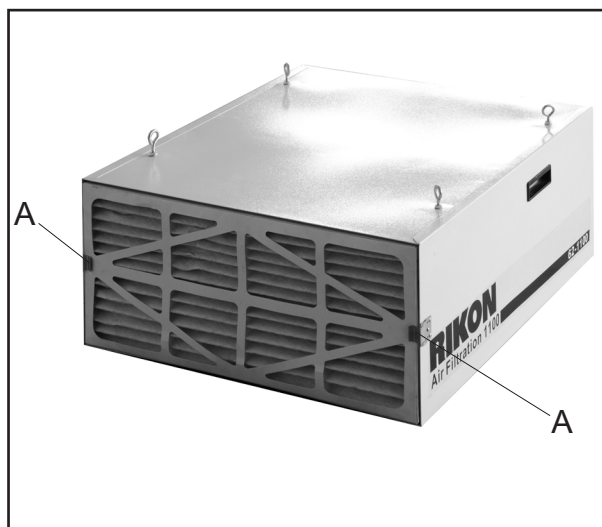
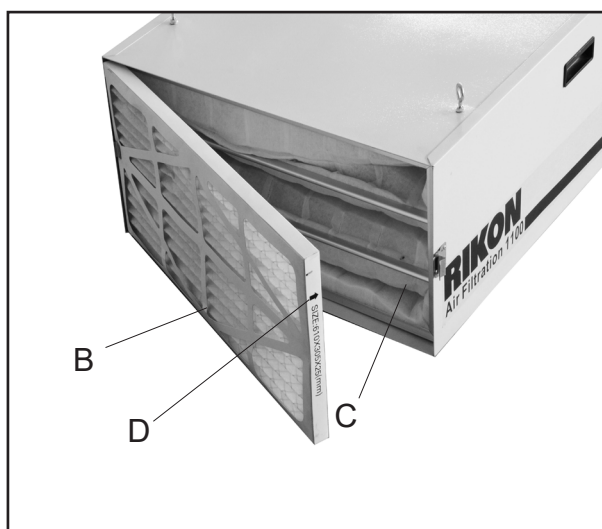

Fig. 10
Fig. 11
Remplacer les filtres (Fig.10 et 11)
1. Soulevez les deux loquets (A, Fig. 10) sur la gauche et la droite du boîtier et retirez le filtre extérieur (B, Fig. 11) du bâti du boîtier.
2. Retirez le filtre intérieur (C, Fig.11) du boîtier.
4. Installez un nouveau filtre extérieur. La flèche sur l'extérieur du filtre indique le bon sens pour insérer le filtre dans le boîtier (D, Fig. 11).
5. Verrouillez les loquets (A, Fig.10) sur la gauche et la droite du boîtier.